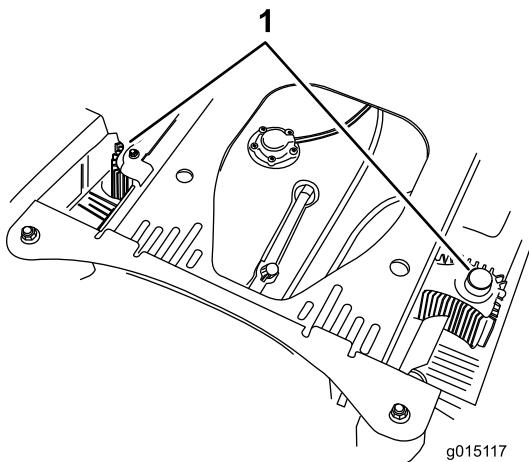

Figura 86
4. Limpie cualquier residuo o hierba de las cubiertas de las unidades hidráulicas (Figura 86).